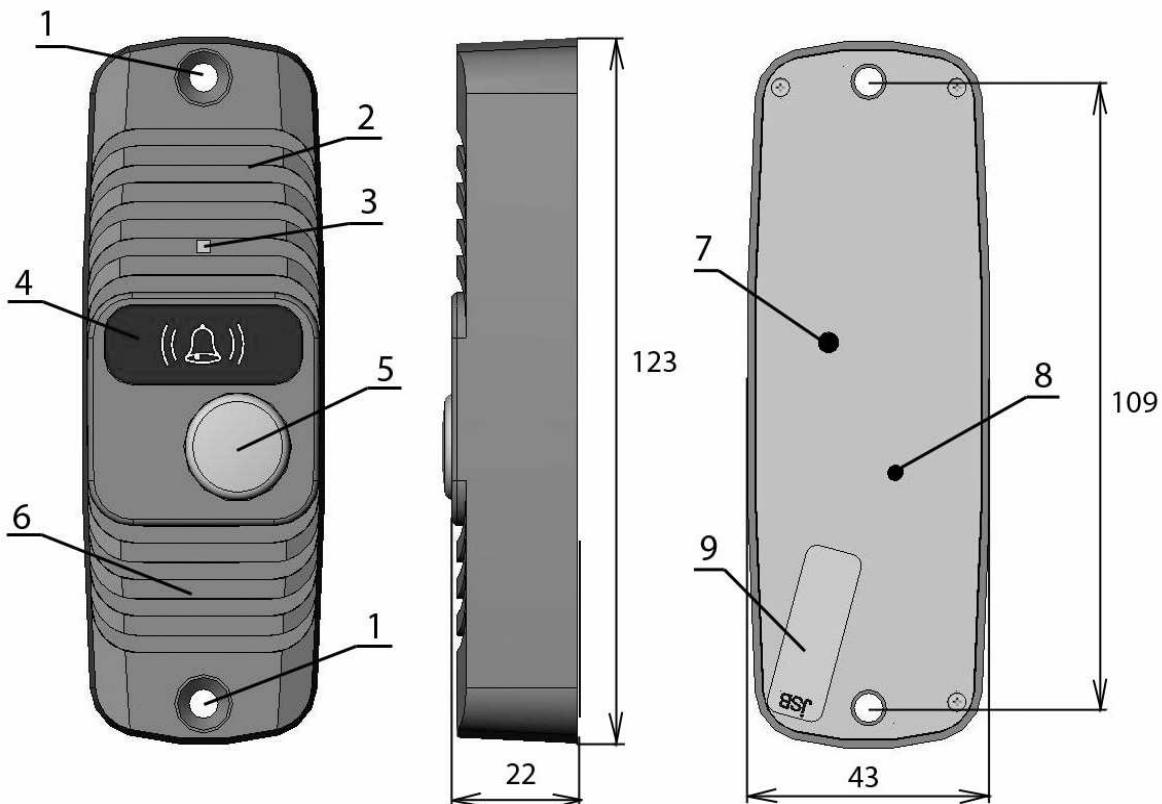

Рис. 1. Назначение основных узлов панели:
6) Нажмите кнопку открывания замка на мониторе. Вызывная панель должна показать открытие замка зуммером (короткий писк или серия писков) и светодиодом (короткое мигание) за защитным фильтром ИК-подсветки (4 на рис. 1), замок должен открыться.